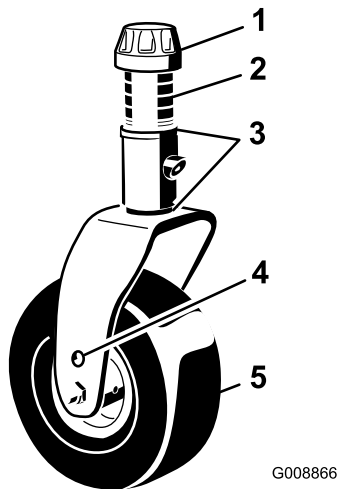
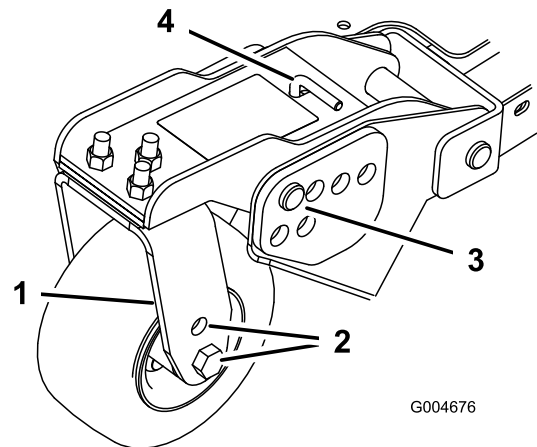
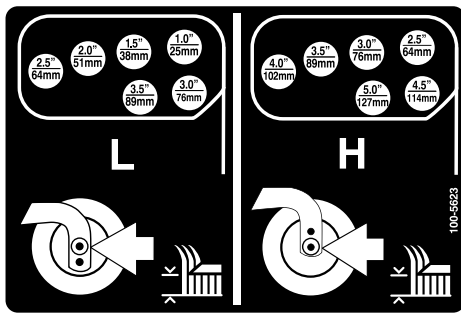

Bild 24
Bild 26
Bild 27
1. Stecken Sie die Laufradachsen in allen Laufradgabeln in die gleichen Löcher (**Bild 24** und **Bild 26**).
2. Entfernen Sie die Spannkappe von der Spindelwelle und ziehen die Spindel aus dem Laufradarm heraus (**Bild 24**).
5. Entfernen Sie den Splint und die Lastösenbolzen von den Laufradgelenkarmen (**Bild 26**).
6. Drehen Sie die Spannstanze, um den Gelenkarm anzuheben oder abzusenken, bis die Löcher mit den ausgewählten Löchern in der Schnitthöhenhalterung im Mähwerkrahmen ausgerichtet sind (**Bild 26** und **Bild 27**).